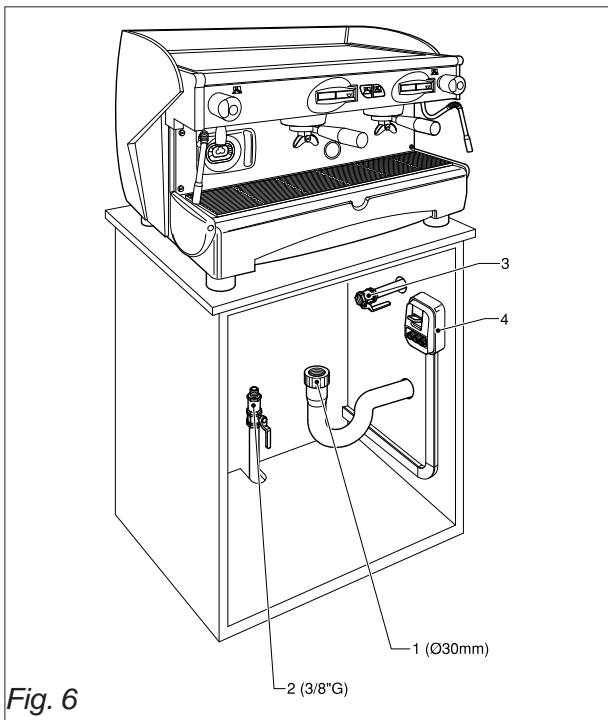

Fig. 6
6.1.1. Alimentation hydrique et gaz (Fig.6)
Dans les deux cas, prédisposer, en amont du câble d'alimentation, un interrupteur différentiel automatique, 4 (Fig. 6), équipé de déclencheurs magnétiques, selon les données reportées sur la plaquette d'identification de la machine (Fig. 1). Les contacts doivent avoir une ouverture supérieure ou égale à 3 mm.
- Ouvrir le robinet du réseau hydrique 2 (Fig.6).
- Ouvrir le robinet di gaz 3 (Fig.6).